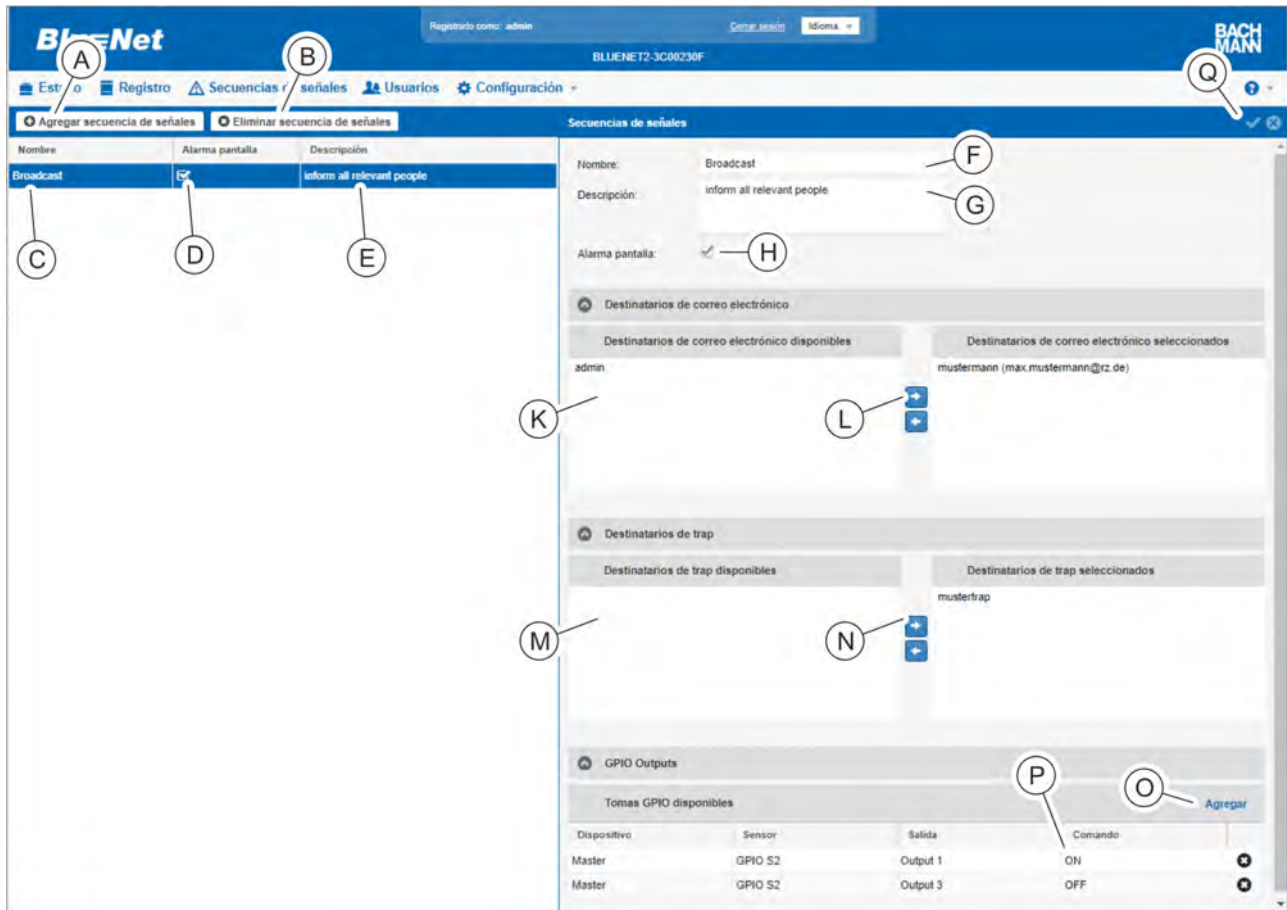

Fig. 123: Menú "Secuencias de señales"
2. ➤ Con el botón "Agregar secuencia de señales" (Fig. 123/Ⓐ), cree una nueva secuencia de señales.
Para modificar una secuencia de señales existente, seleccione la secuencia de señales correspondiente en la lista (Fig. 123/Ⓒ).
3. ➤ En el campo "Secuencias de señales", introduzca un nombre para la secuencia de señales (Fig. 123/Ⓔ).
4. ➤ En caso necesario, introduzca una descripción de la secuencia de señales (Fig. 123/Ⓢ).
5. ➤ En caso necesario, marque la casilla de verificación "Alarma pantalla" para que aparezca un mensaje de alarma en la pantalla de la PDU (Fig. 123/Ⓣ).
6. ➤ En el campo "Destinatarios de correo electrónico disponibles" (Fig. 123/Ⓚ), seleccione en caso necesario un destinatario para el mensaje de correo electrónico y arrástrelo con el botón  hasta el campo "Destinatarios de correo electrónico seleccionados" (Fig. 123/Ⓛ).
7. ➤ En el campo "Destinatarios de trap disponibles" (Fig. 123/Ⓜ), seleccione en caso necesario un destinatario de trap y arrástrelo con el botón  hasta el campo "Destinatarios de trap seleccionados" (Fig. 123/Ⓨ).
8. ➤ Si la secuencia de señales debe asociarse a una salida del módulo GPIO, seleccione el botón "Agregar" (Fig. 123/Ⓩ).
10. En caso necesario, seleccione en la lista la salida correspondiente y, con el menú de selección "ON"/"OFF" (Fig. 123/C), determine si hay que conectar o desconectar el relé al emitirse la secuencia de señales.
11. Confirme la selección con el botón "Guardar" (Fig. 123/D).
⇒ La secuencia de señales se ha creado (Fig. 123/E).
Para eliminar una secuencia de señales, seleccione la secuencia de señales que desee (Fig. 123/C) y haga clic en el botón "Eliminar secuencia de señales" (Fig. 123/D). A continuación, aparece un cuadro de diálogo con una pregunta que debe confirmarse.